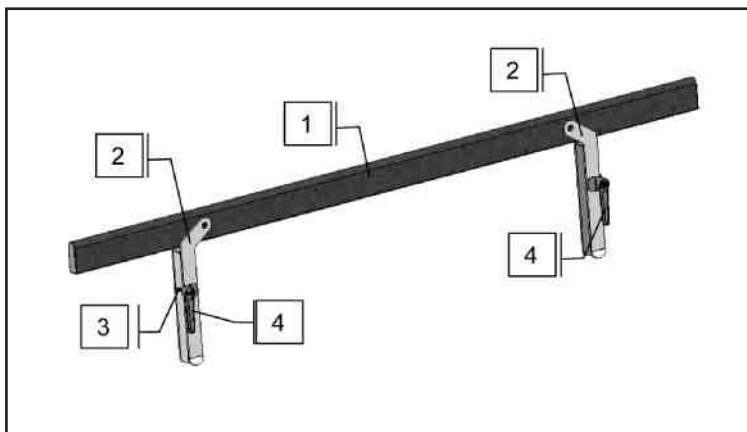

Fig. 38
3. Coloque el suplemento sobre la barandilla lateral de la cama del modo indicado en la figura siguiente (Fig. 38).